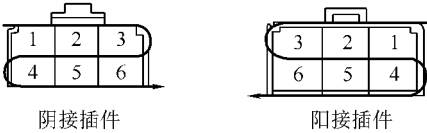

图 18-49 阴接插件和阳接插件的编号
1) 阴接插件是从插脚孔的左上至右下进行编号；阳接插件是从插脚的右上至左下进行编号，如图 18-49 所示。